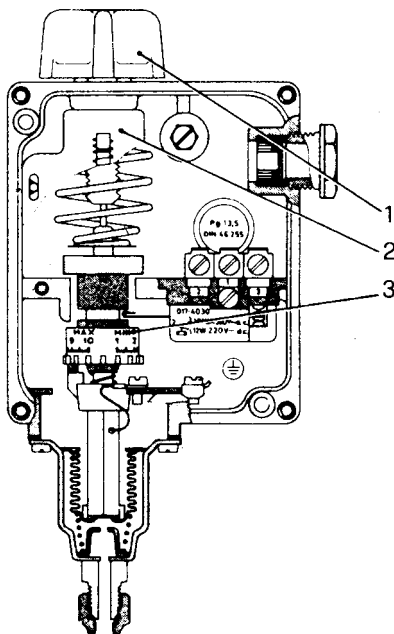

Fig. 4
2.1.2 Presostat de functionare (Fig. 4)
Verificator de presostat (Fig. 4):